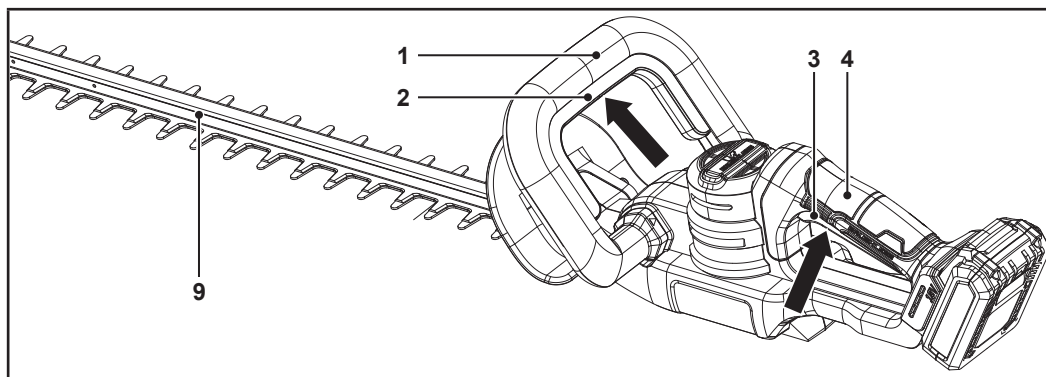

Fig. 5
**Interrupteur de sécurité (2), interrupteur Marche/Arrêt (3) :** tenir correctement la machine avec les deux mains au niveau de la poignée avant (1) et de la poignée arrière (4). La machine ne peut fonctionner que si les deux interrupteurs (2, 3) sont enfoncés simultanément (Fig. 5). Si l'un des interrupteurs est relâché, la machine s'arrête immédiatement.
**REMARQUE :** La machine ne peut fonctionner que si les deux interrupteurs (2, 3) sont enfoncés simultanément (Fig. 5). Si l'un des interrupteurs est relâché, la machine s'arrête immédiatement.
1. Retirer le protège-lame (11).
2. Vérifier que la lame (9) est correctement lubrifiée (se reporter à la section « Entretien et maintenance »).
3. Fixer la batterie (12) sur la machine.
4. S'assurer que la lame (9) ne touche aucun objet.
1. Tenir correctement la machine avec les deux mains au niveau de la poignée avant (1) et de la poignée arrière (4) (Fig. 5).
2. Appuyer de manière prolongée sur l'interrupteur de sécurité (2) (Fig. 5).
3. Appuyer de manière prolongée sur l'interrupteur Marche/Arrêt (3) (Fig. 5).